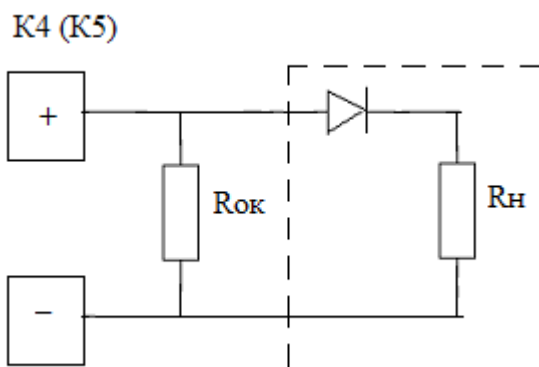

Рисунок 4.1
4.2.5 Нагрузку к контролируемым выходам 4 и 5 следует подключать по схеме (см. рис.4.1). Оконечный резистор – $4,7\text{кОм} \pm 5\%$ – 0,5Вт. Если подключаемая нагрузка не имеет встроенного диода, следует использовать внешний диод, например **1N5400** или аналогичный.